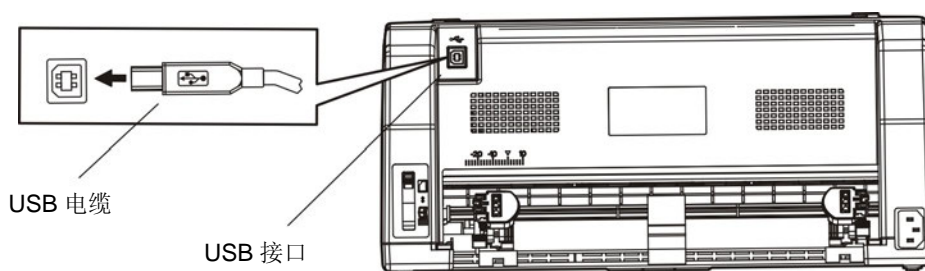

图 2-9 连接 USB 电缆
本打印机可配置 USB 接口、蓝牙或 Wi-Fi（产品的具体接口配置，以实物为准）。请根据需要，用相应的接口电缆把打印机与计算机相连（如图 2-9 所示）。
2. 将 USB 电缆的 B 端插头（方型）插进打印机的 USB 接口插座中（如图 2-9 所示）。